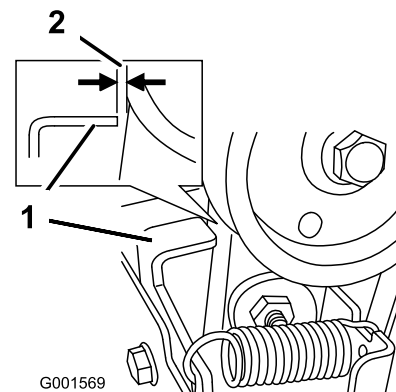

Figure 48
3. Lorsque le levier de commande de fraise à neige/turbine est désengagé, vérifiez qu'il existe un écart de 1,5 mm (1/16 pouce) entre l'ensemble embrayage de fraise à neige et la patte (Figure 48).